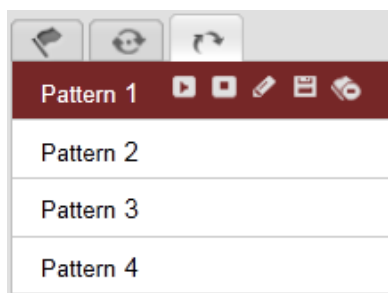

図 4-10 パターン設定のインターフェイス
2. 図 4-10 に示すとおり、リストからパターン番号を選択します。